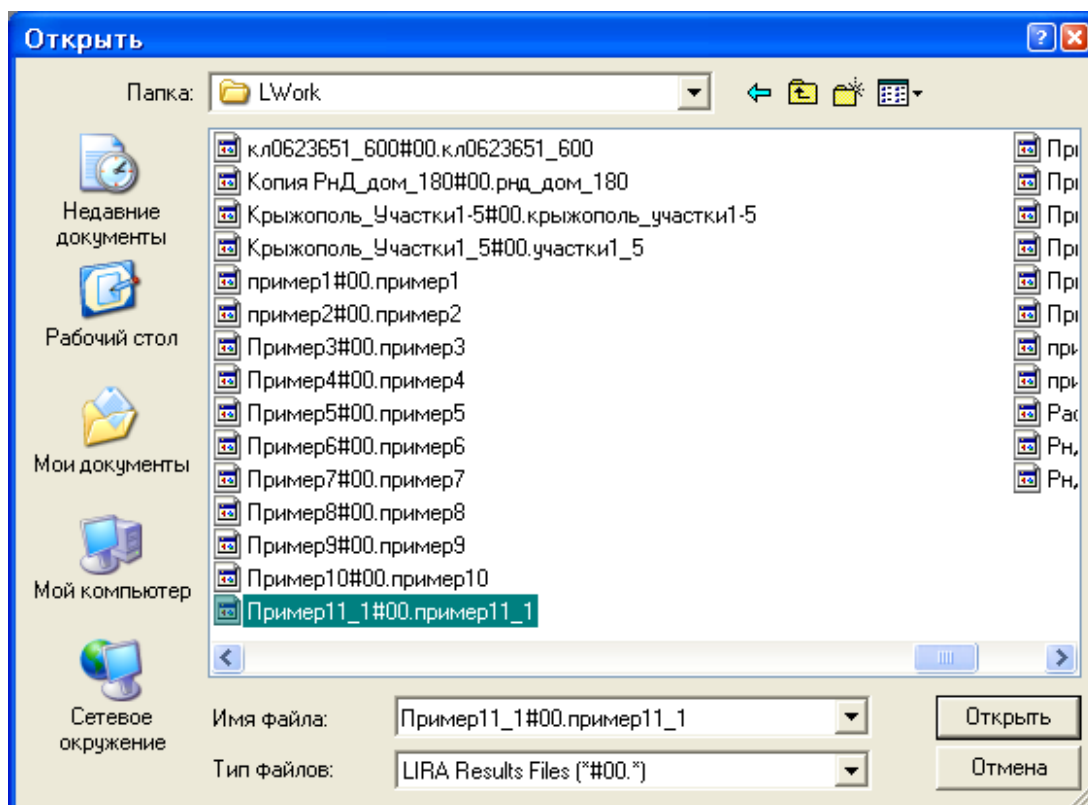

Рис.11.24. Диалоговое окно **Открыть**
- В новом окне **Открыть** (рис.11.24) откройте папку из которой нужно открыть файл – **LWork**, выделите файл **Пример11\_1#00.пример11\_1** и щелкните по кнопке **Открыть**.